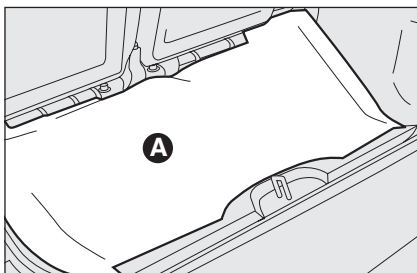

fig. 3
- levante a cobertura do porta-bagagens **A-fig. 3**;
- acondicione a roda sobressalente de pequenas dimensões **D-fig. 3** no espaço previsto no porta-bagagens;